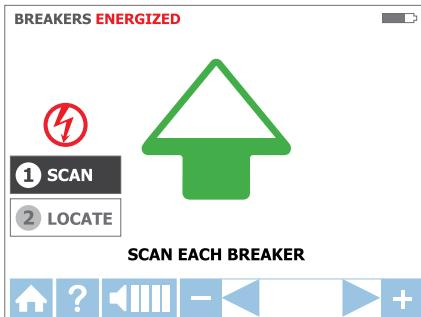

Figura 3.3b
Paso 1 - ① LECTURA:
1. La unidad se iniciará automáticamente en modo ① SCAN (LECTURA) como se muestra en la Figura 3.3b.